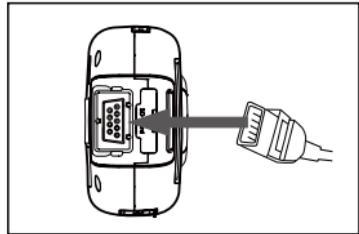

Fig.4.1
2. Inserire la sonda di SpO₂ nella presa (vedere Fig.4.1). Se la sonda di SpO₂ è scollegata dall'unità, nella barra di stato in alto a sinistra della schermata viene visualizzato l'avviso "Sonda spenta" [Probe Off].